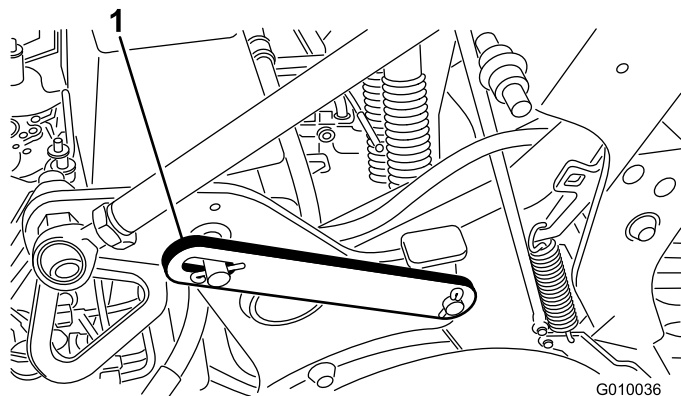

Bild 20
2. Entfernen Sie den Clipping, mit dem der Wartungsriegel in der Einlagerungsstellung befestigt ist (Bild 20).